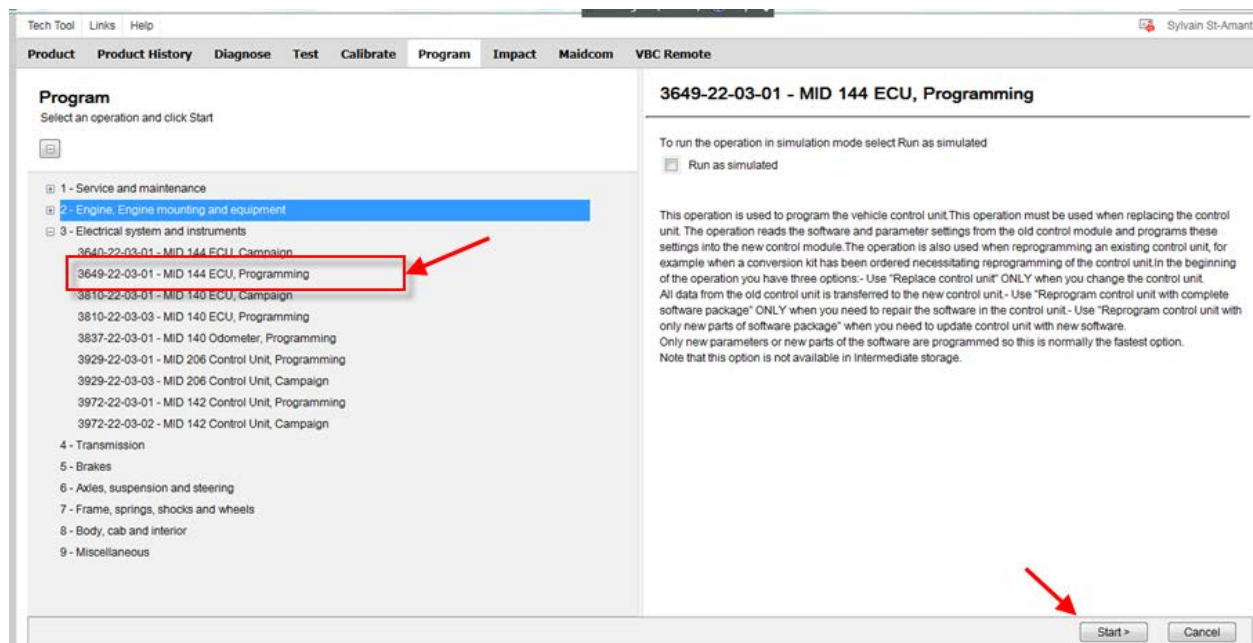

FIGURE 19
1. Dans Premium TechTool, sélectionnez l'onglet PROGRAM. Dans l'onglet PROGRAM, sélectionnez l'opération 3649-22-03-01 – MID 144 ECU, Programming puis cliquez sur START (FIGURE 19).